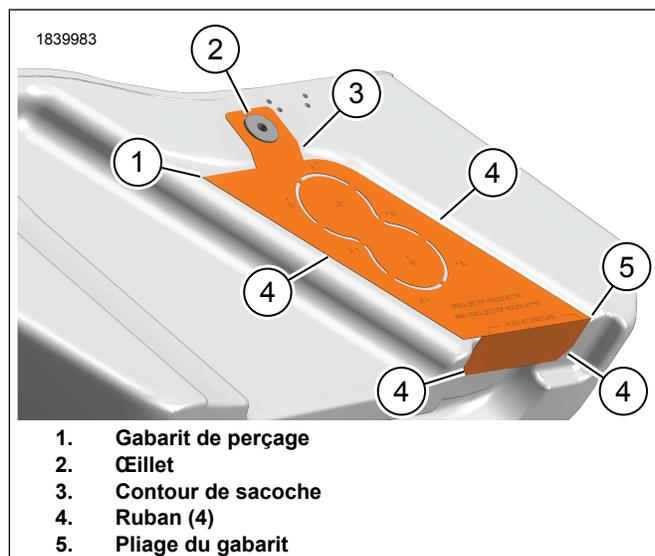

Figure 2. Gabarit de perçage (typique)
1. Voir la figure 2. Placer le gabarit de perçage (1) à l'arrière de la sacoche **gauche** avec le côté orange tourné vers la sacoche.